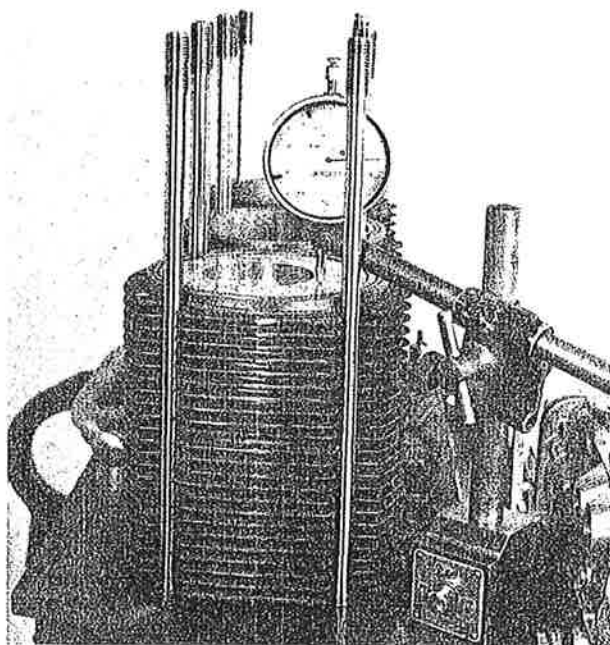

FIG. 34 – Contrôle de la distance entre la tête du piston et le plan d'appui de la culasse
- Contrôler si la tête du piston au P.M.H. est plus basse de $0,5 \div 0,8$ mm que le plan d'appui des joints de culasse après blocage du cylindre en position de montage (Fig. 34).